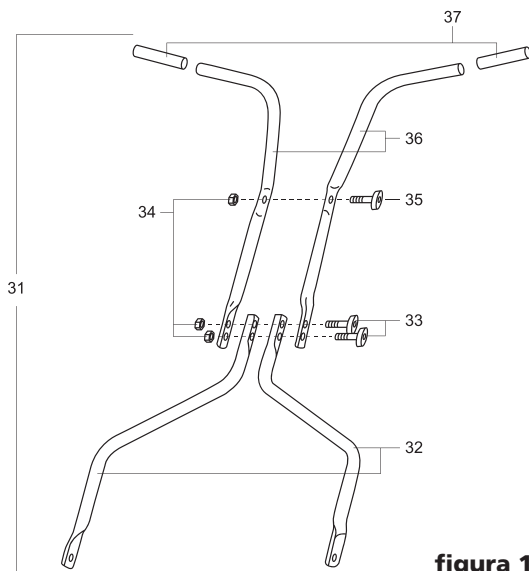

figura 1
1. Coloque las piezas de la manija de la manera en que se muestra en la figura 1.